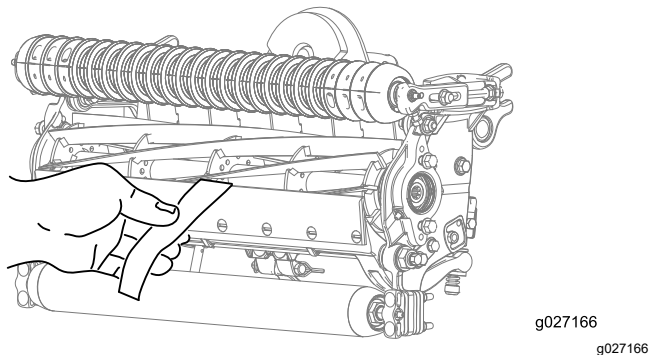

图 8
- B. 在滚刀与底刀之间插入一长条剪切性能纸Toro 零件号 125-5610 纸要与底刀垂直 图 8 然后缓慢向前旋转滚刀此操作应能切断性能纸如果不能请重复步骤 A 和 B 直至切断为止。
13. 在滚刀与底刀之间插入一长条剪切性能纸Toro 零件号 125-5610 纸要与底刀垂直图 8 然后缓慢向前旋转滚刀此操作应能切断性能纸如果不能将每个底刀架调节螺栓都顺时针旋转 1 格直至切断为止。